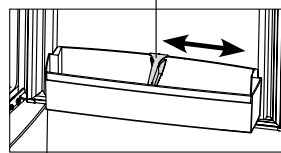

Figura 7
**3.1.5** Limitatorul de sticlă împiedică răsturnarea acestora atunci când se deschide și se închide ușa. Limitatorul poate fi deplasat de-a lungul peretelui rezervorului în conformitate cu figura 7.